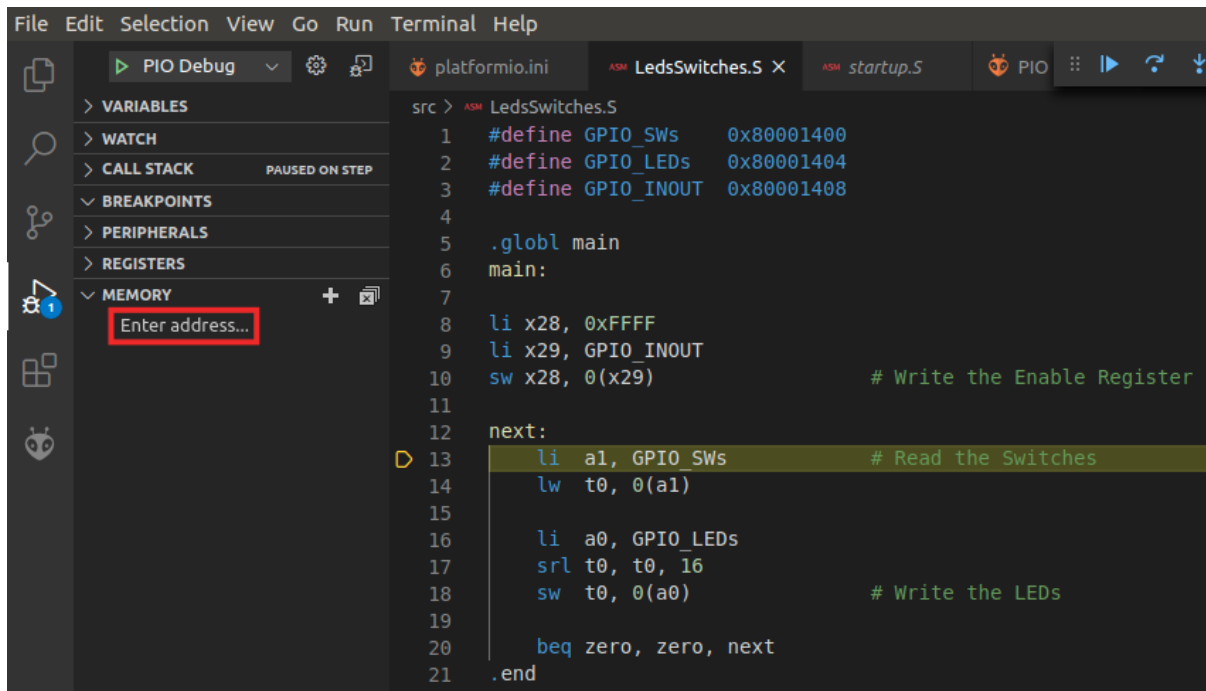

Figura 55. Memory Display
- a. Pause a execução e avance até ao início do próximo ciclo. Expanda o *Memory Display* na parte esquerda da janela (Figura 55) e clique em *Enter address...*